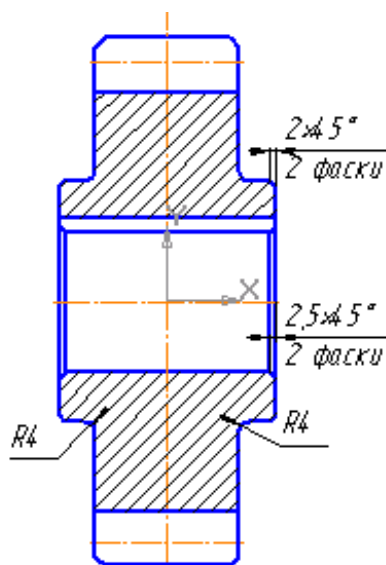

Рис. 9
39. Выполните скругления и фаски в соответствии с рис. 9.